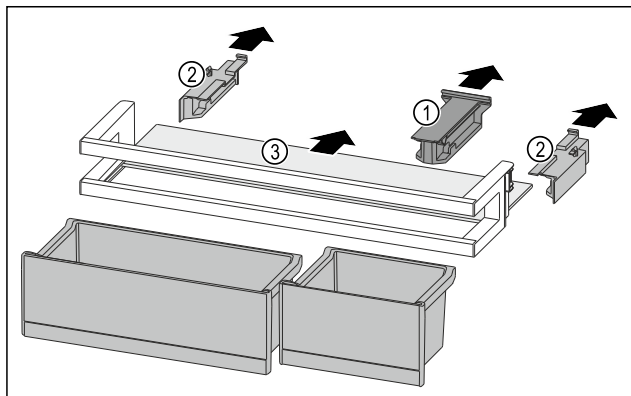

Fig. 85
- Retirer la pièce de retenue Fig. 85 (1).
- Retirer les parties latérales Fig. 85 (2).
- Retirer la tablette de rangement Fig. 85 (3).